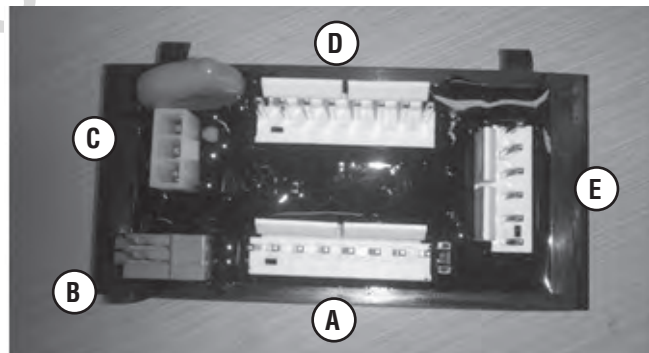

Figure 5
Localisez la carte d'interface fournie dans la trousse. Avant de commencer, veuillez lire et comprendre les assignations des connecteurs de la carte d'interface ci-dessous (Figure 5).
2. Insérez une extrémité de chaque fil dans les bornes N.O. et COM dans la fiche du connecteur à 10 broches ou au bloc de raccordement. Insérez l'autre extrémité de chaque fil dans la carte d'interface en appuyant sur les languettes du connecteur de relais (B, Figure 5). La polarité n'a aucune importance.
3. Faites passer l'autre extrémité du faisceau jusqu'à la carte d'interface et connectez-la au connecteur de faisceau de séparation de 240 V (C, Figure 5).
4. Faites passer l'autre extrémité du faisceau jusqu'à la carte d'interface et connectez-la au connecteur de faisceau de séparation de 240 V (C, Figure 5).
2. Connectez le faisceau de passage au tableau de commande, puis acheminez-le jusqu'à la carte d'interface et connectez-le au connecteur de faisceau de passage (D, Figure 5).
2. Connectez le faisceau de l'appareil cellulaire à l'appareil cellulaire, puis acheminez-le jusqu'à la carte d'interface et connectez-le au connecteur de faisceau de l'appareil cellulaire (E, Figure 5).
3. Faites passer le faisceau de câbles de la génératrice du tableau de commande jusqu'à la carte d'interface et connectez-le au connecteur de faisceau de la génératrice (A, Figure 5).